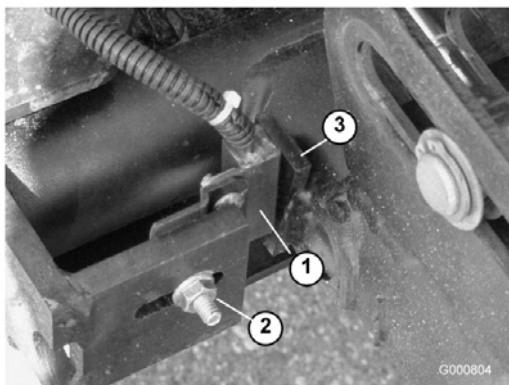

Figure 89
- Desserrez l'écrou du boulon de carrossier qui fixe le support du commutateur de bras de levage au bras N° 4, 6 ou 7 (Figure 89). N° 4 représenté sur la figure.